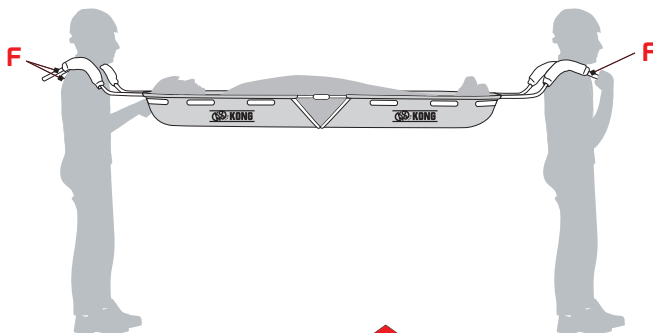

Fig.2
- 1:3 = carico d'uso: 150 kg per sollevamento e trasporto manuale mediante i manici (F) - (fig. 2),